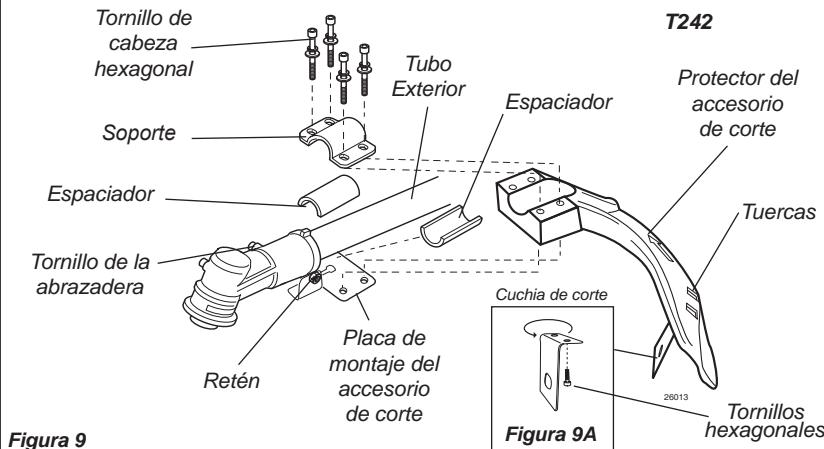

Figura 9
1. Inserte el protector del accesorio de corte entre el tubo exterior y la placa de montaje del protector del accesorio de corte. Consulte la figura 9.
2. Coloque los dos espaciadores y el soporte sobre el tubo exterior e instale sin ajustar los cuatro tornillos de cabeza allen y apriete los cuatro tornillos. Consulte la figura 9.